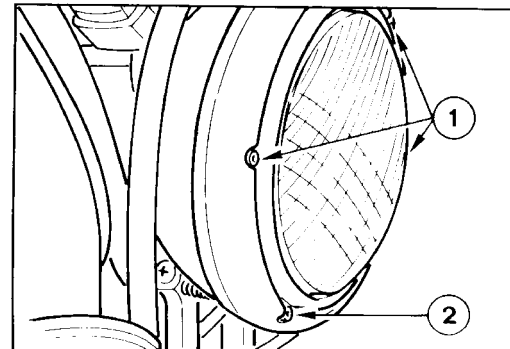

Fig. 42
- 1) **Regolazione faretto:** Si effettua agendo sulla vite di regolazione (2 - fig. 42).
- 2) **Sostituzione lampade:** Per accedere alle lampade occorre estrarre la parabola del fanale, togliendo la vite (2 - fig. 42) e successivamente le tre viti di fissaggio (1 - fig. 42). Quindi estrarre la lampada dalla sua sede e sostituirla.